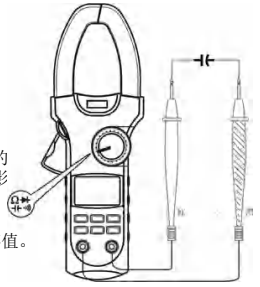

图 10
8. 电容测量 \rightarrow (仅UT208A, 见图10)